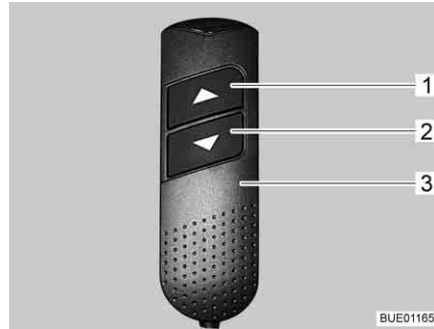

Fig. 137 Elemento de mando manual
- En el elemento de mando manual (Fig. 137,3), pulsar la tecla "▼" (Fig. 137,2) y mantenerla pulsada. La sección de los pies se introducirá. Las cabeceras del somier se levantarán.
- En el elemento de mando manual (Fig. 137,3), pulsar la tecla "▲" (Fig. 137,1) y mantenerla pulsada. La sección de los pies se extenderá. Las cabeceras del somier se bajarán.
- En el elemento de mando manual (Fig. 137,3), pulsar las teclas "▼" (Fig. 137,2) o bien "▲" (Fig. 137,1) hasta que se haya alcanzado la posición deseada.